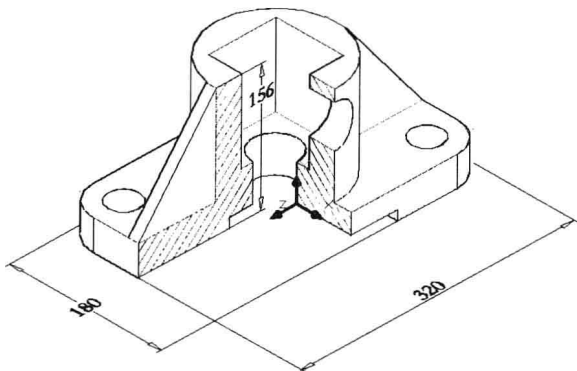

图 9-6-18
(30) 用同样的方法，使用“三点”按钮  创建另一剖面的新坐标，并填充图案，如图 9-6-18 所示。